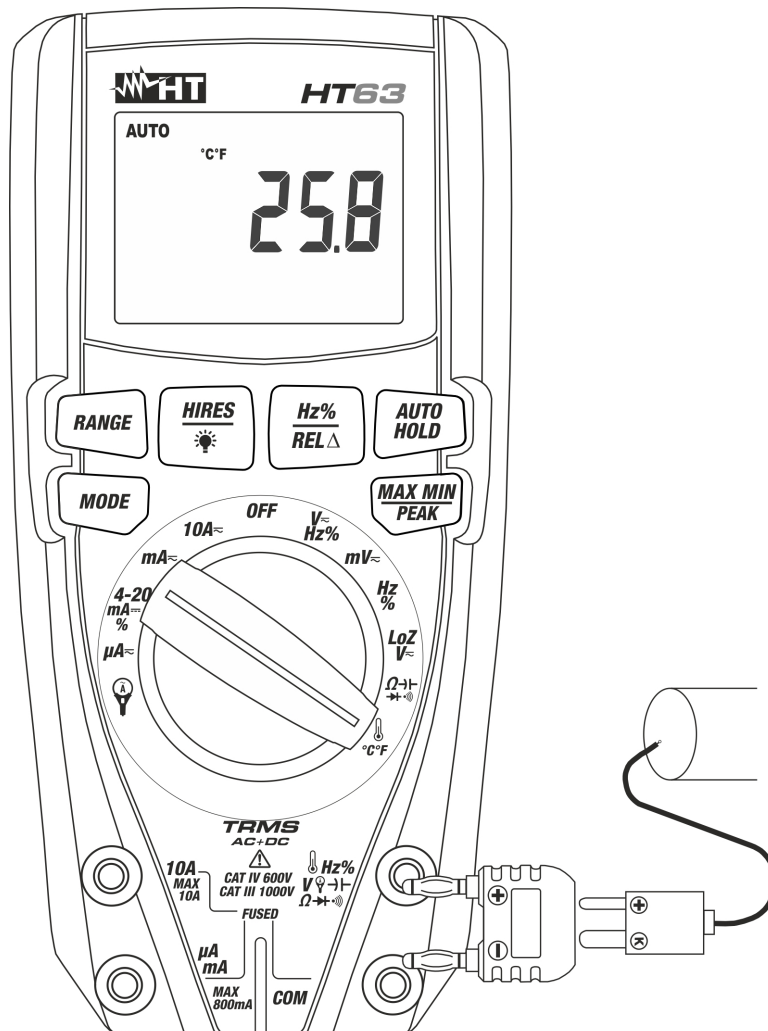

Fig. 9: Uso do instrumento para a medição de Temperaturas
3. Inserir o adaptador fornecido nos terminais de entrada $\text{Hz}\% \text{V} \rightarrow \text{I} \rightarrow \Omega \rightarrow \text{I}$) (polaridade +) e **COM** (polaridade -) (ver Fig. 9).